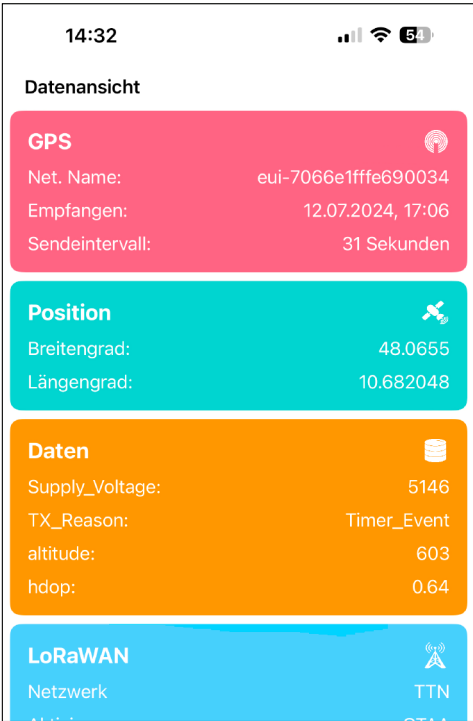
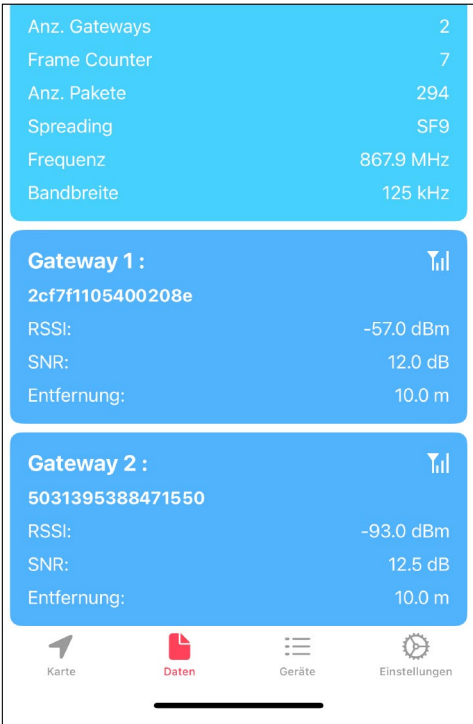

Abbildung 9.24: Datenansicht in der LoWTrack-App (Teil 1)
Abbildung 9.25: Datenansicht in der LoWTrack-App (Teil 2)
- Bei **Daten** erfolgt die Anzeige der Datensätze des Trackers (siehe Abbildung 9.24 und Abbildung 9.25).
Die Karte zeigt die aktuelle Position des ausgewählten Trackers und – falls diese vom Netzwerk übermittelt werden – auch Standortinformationen über die verbundenen Gateways. Die Datenübersicht liefert alle relevanten Datensätze vom Tracker und vom verbundenen LoRaWAN-Netzwerk. Stellt der Gateway-Betreiber Positionsdaten bereit, so errechnet die App auch die Entfernung zwischen Tracker und Gateway (siehe Abbildung 9.24 und Abbildung 9.25). In unserem Beispiel sind es die beiden Gateways im Erdgeschoss (Indoor-Gateway) bzw. im Garten (Outdoor-Gateway).